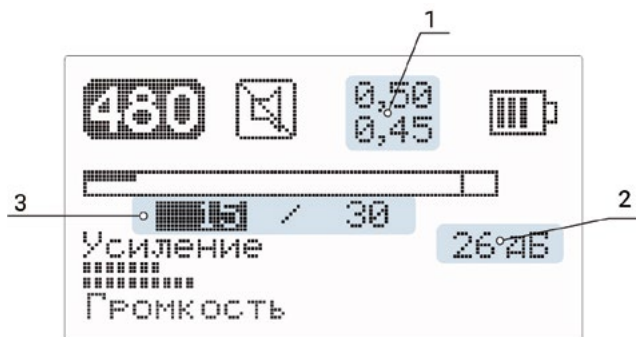

Рисунок 5
4.6.4. На каналах «480», «1К» и «10К» возможна работа со сменой частот (экран меню, строка «Режим MF»). Вход в режим п. 4.6.5.4. Вид основного экрана режима – Рис. 5.
Линейная шкала уровня сигнала разделена по горизонтали. На верхней и нижней половинах шкалы попеременно, синхронно с переключением частот, отображается уровень сигнала текущей частоты. Цифровая индикация уровня сигнала для каждой частоты (**поз. 3, Рис. 5**) происходит попеременно, синхронно с переключением частот.
Два числа (**поз. 1, Рис. 5**) показывают отношение уровня сигнала нижней частоты к уровню сигнала верхней. Верхнее число — отношение в текущем цикле смены частот, нижнее — в предыдущем.
Краткое нажатие на левый энкодер приводит к его переключению в режим регулировки усиления на нижней частоте. Соответственно в **поз. 1 Рис. 5** появляется индикация этого режима. В **поз. 3 Рис. 5** появляется динамическая числовая индикация уровня сигнала текущей частоты. В **поз. 2 Рис. 5** отражается индикация установленного усиления на текущей частоте.